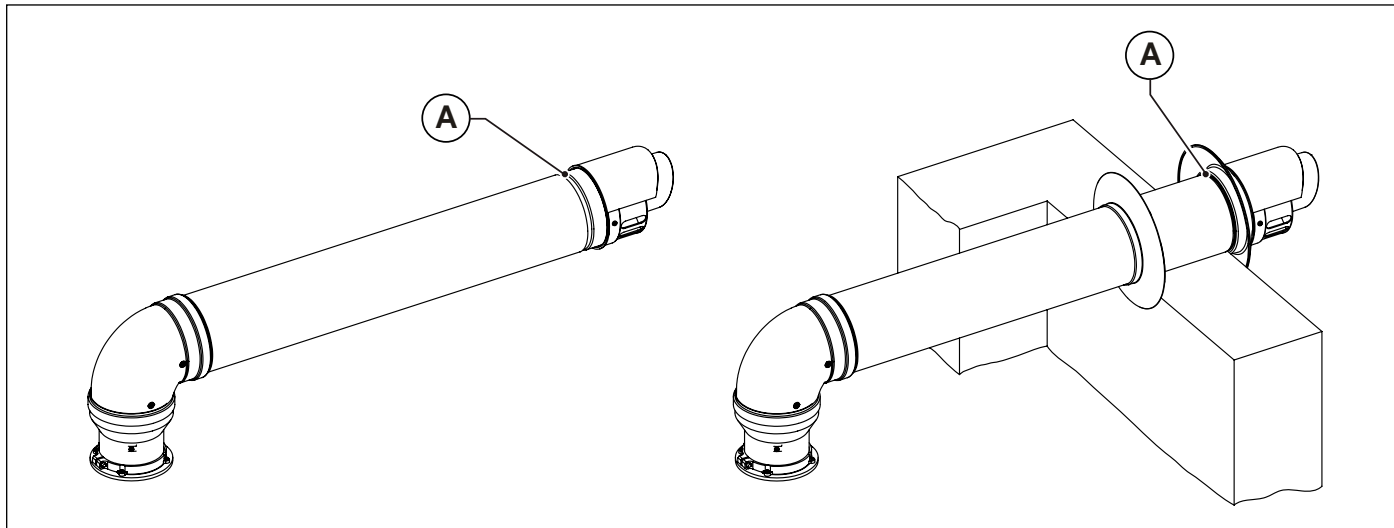

Fig. 14 Instalarea terminalelor pe perete
Terminalele de aspirare a aerului și evacuare a gazelor arse, duble și coaxiale, sunt dotate la capăt cu un gât (A) pentru fixarea rozetei externe (vezi Fig. 14 Instalarea terminalelor pe perete).